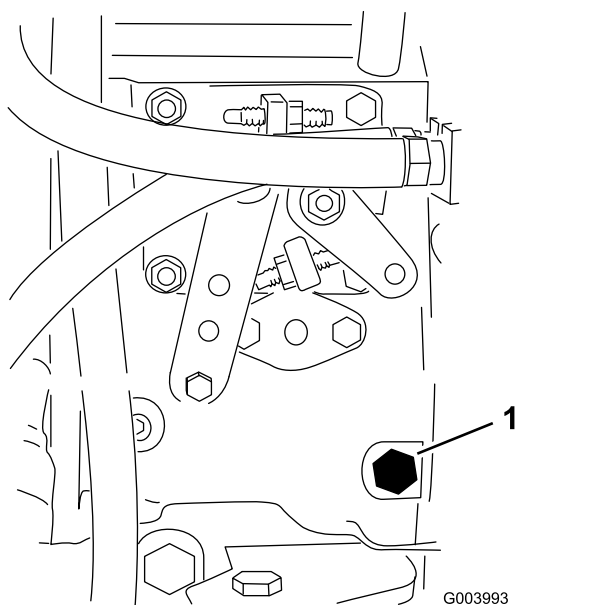

图 31
3. 用 12mm 扳手打开燃油喷射泵图 31 上的排气螺丝。